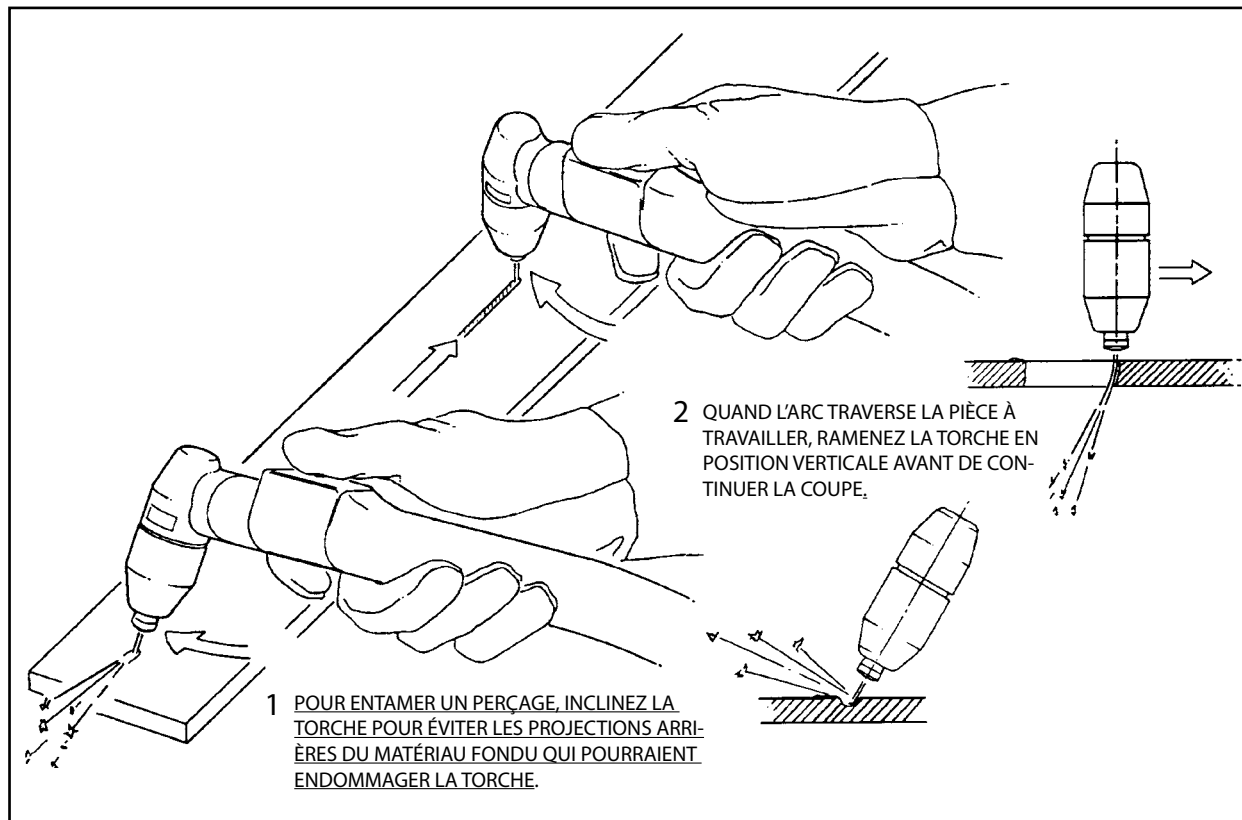

Figure 3-4 Technique de perforation à l'aide du PT-31XL
**1. Perçage** - des matériaux peuvent être percés avec la torche touchant la pièce à travailler. Lors du perçage de matériaux plus épais de 6,35 mm (1/4") ou plus, soulevez immédiatement la torche à une distance de 1,6 mm (1/16") après le démarrage de l'arc de coupe. Ceci réduira le risque que les éclaboussures entrent dans la torche et évitera la soudure éventuelle de l'extrémité à la plaque. La torche doit être maintenue à un angle d'environ 30° au démarrage du perçage. Une fois le perçage terminé, ramenez la torche en position verticale et continuez la coupe en déplaçant la torche le long de l'objet. Consultez la figure 3-4.